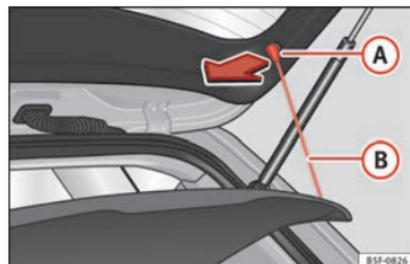

Abb. 163 Im Gepäckraum: Gepäckraumabdeckung aus- und einbauen.
- Hängen Sie die Haltebänder » Abb. 163 B aus den Aufnahmen aus A aus.
- Hängen Sie die Haltebänder » Abb. 163 B an der Heckklappe ein » A.